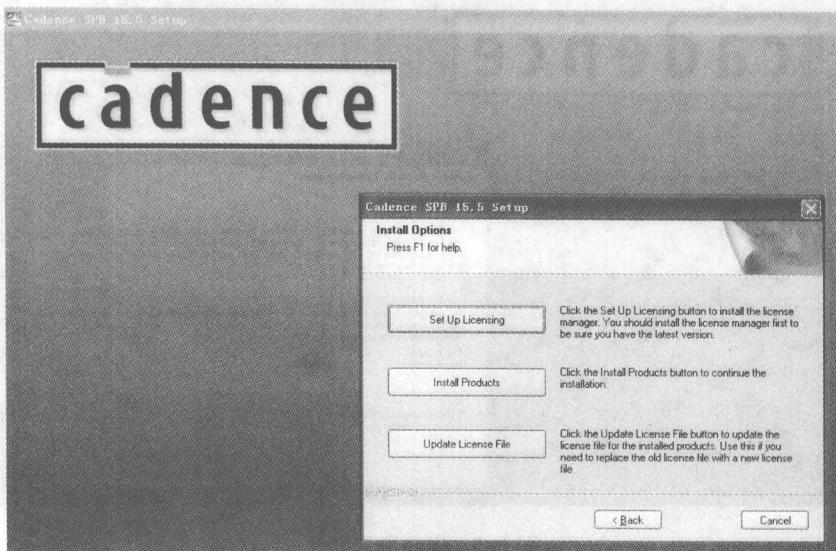

图 1-3 安装协议设置
- 4) 在如图 1-3 所示的对话框中，单击“Set Up Licensing”按钮。